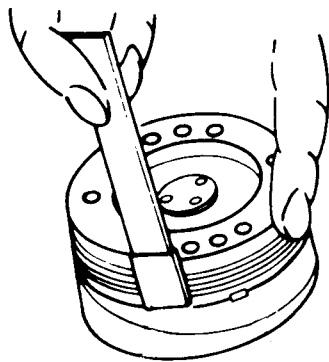

Fig. 12
- Kopfscheibe festhalten und Videoköpfe mit einem Reinigungsstäbchen in Bandlaufrichtung vorsichtig abreiben (Fig. 12).
- Hold the Head Wheel stationary and clean the video heads with a cleaning stick in the direction of the tape direction very carefully (Fig. 12).